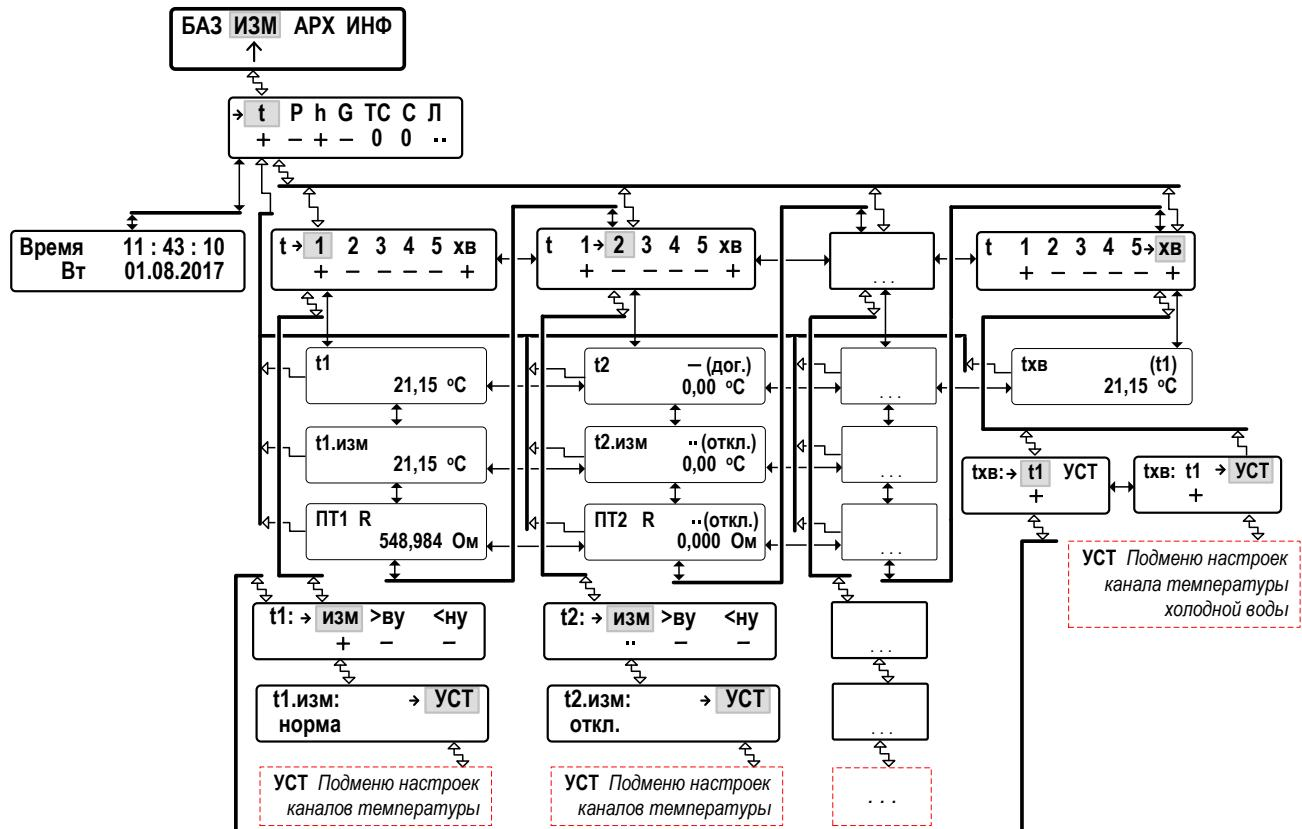

Рис.8. Структура меню с результатами измерения температуры.
5.3.2.2. Перемещение между окнами индикации в меню измерительных параметров показано на рис.8.
При наличии возможности входа в одно и то же подменю из разных меню (например, в t1: изм >ву <ну, рис.8) обратный переход в «стартовое» меню (по нажатию кнопки) будет выполняться по маршруту вхождения в данное подменю.